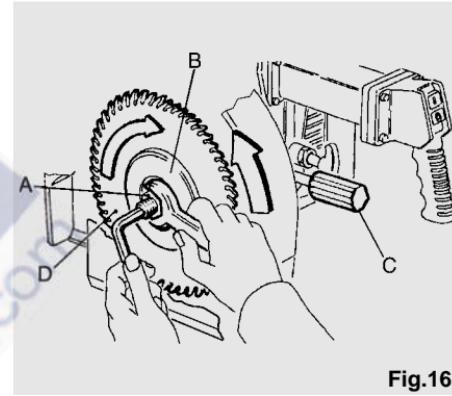

Fig.16
Open de beschermkap van het zaagblad, trek aan de handgreep (C), maak de bevestiging los en zet de onderste beschermkap helemaal naar onder en vergrendel hem daar. Doordat de beschermkap in deze positie vast zit, heeft u de noodzakelijke ruimte om de bevestigingsflens van het zaagblad er langs te bewegen (B). Om de moer met linkse Schroefdraad los te draaien (A) (zie fig. 16) moet men de motoras met een inbussleutel vasthouden, zoals in fig. 16, en met een open sleutel in de richting van de klok draaien. Tijdens deze operatie moet men goed opletten dat men niet met de handen tegen de zaagblad stoot. Het is dus raadzaam om handschoenen aan te doen. Schuif dan de